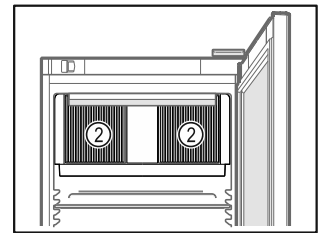

Fig. 53
- A belső térben lévő keringető ventilátor szellőzőnyílásait Fig. 53 (2) tartsa szabadon.